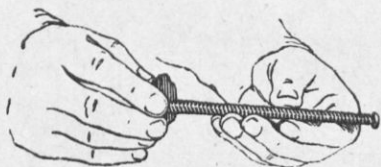

Рис. 34. Как надеть амортизатор на стержень
1. Надеть амортизатор на стержень с возвратно-боевой пружиной, выпуклой сторной к ограничителю (рис. 34).